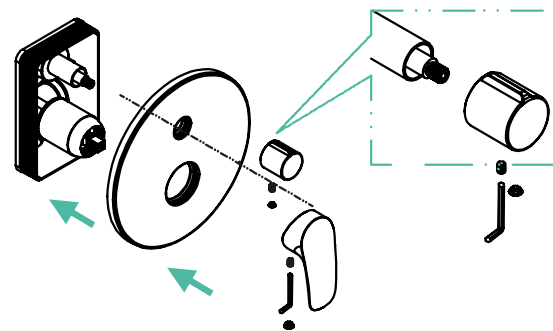

Рис. 6 / 6-сур.
7. Установите на корпус декоративный отражатель, как показано на рис. 6, и закрепите винтом ручку дивертора. Затем установите ручку смесителя, закрепив ее винтом.